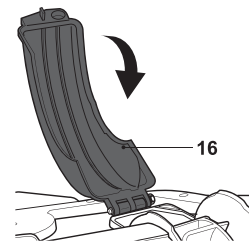

Fig. 19
- > Repliez le couvercle [16] en position fermée et serrez bien le boulon [16a] à l'aide de la clé hexagonale [18] (Fig. 19).